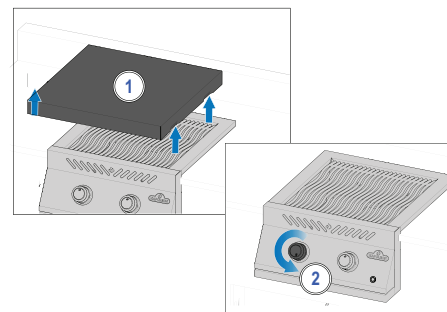

Рис. 2
3. Если горелка не загорится, поверните ручку управления горелкой по часовой стрелке в положение ВЫКЛЮЧЕНО. Подождите 5 минут. Повторите шаги 2 и 3. (Рис. 2).